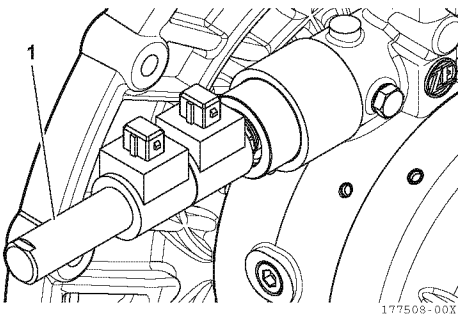

Figura 7
2. Allentare e rimuovere il coperchio (1, Figura 7).